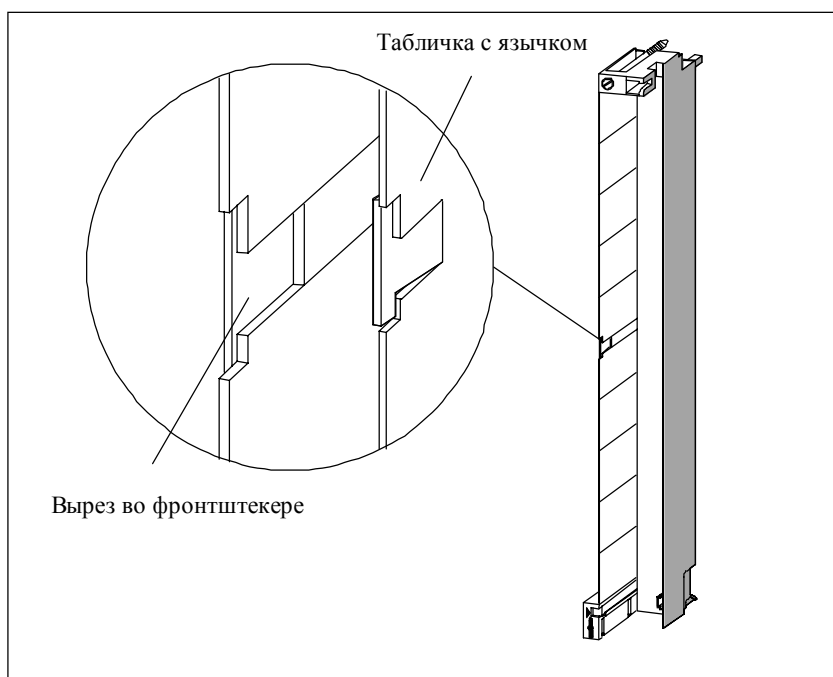

Рис. 6-12. Установка таблички на фронтштекере
2. Поместите табличку слева от открытого фронтштекера. В средней части таблички имеется Т-образный язычок, с помощью которого Вы можете закрепить табличку на корпусе фронтштекера. Слегка отогните язычок и вставьте его за соответствующий вырез фронтштекера (см. рис. 6-12).
На рис. 6-12 показано, как закрепить табличку на фронтштекере.